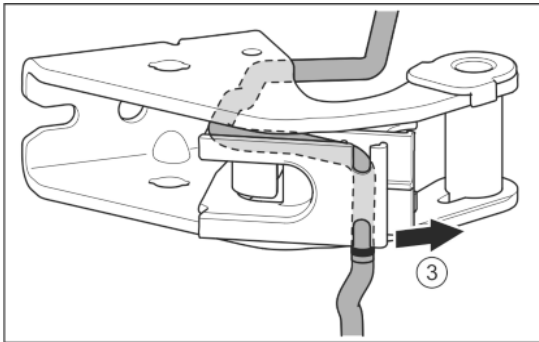

Fig. 28
- Oldja ki a vezetékét a vezetősínből. Fig. 28 (3)